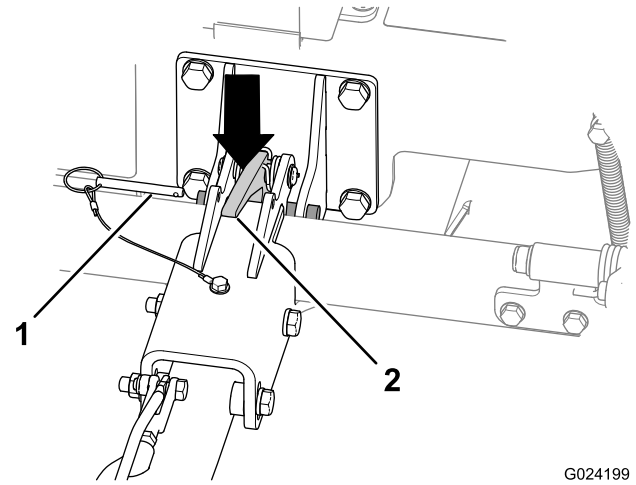

Figura 22
2. Retire el pasador de bloqueo (Figura 22).
4. Presione hacia abajo sobre el cierre de la barra de tracción para desenganchar la barra de tracción (Figura 22).